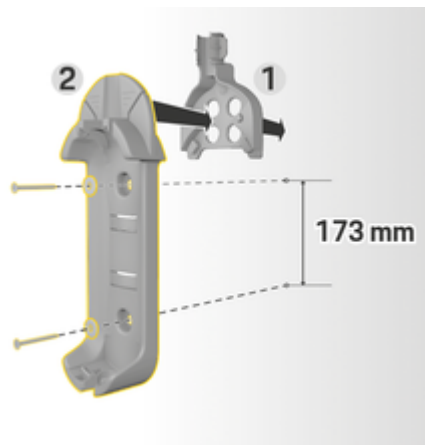

Fig. 42: Dimensiones de perforación
3. Presiona el soporte de pared básico 2 (Fig. 42) en la guía del cable 1 (Fig. 42) desde el frente.